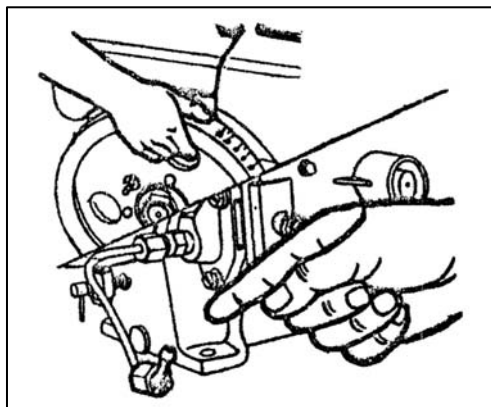

Рис. 10
(1) Аккуратно поворачивайте маховик в рабочем направлении вращения до тех пор, пока топливо не начнет вытекать из открытого конца топливной магистрали; проверьте, совпадает ли метка на бачке с меткой на краю маховика в пределах 20~24° от верхней мертвой точки. В случае несовпадения требуется регулировка (Рис. 10).